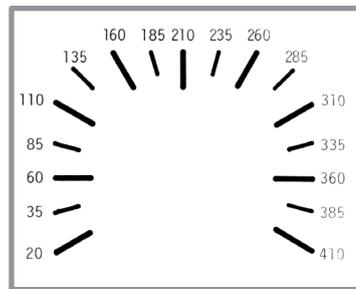

fig. 23 - Thermomètre de four
- e) Contrôler la température du four avec le thermomètre de four (fig. 23). La température indiquée sert de donnée de référence, (c'est une indication, la température peut varier avec un temps de retard).